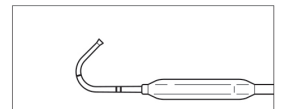

Abbildung 9: Kieferbiegung
- **Kieferhöhlen:** Zur Behandlung der Kieferhöhlenmündung/Infundibula ethmoidale wird eine Biegung von ungefähr 120° – 135° (Abbildung 9) empfohlen, um Zugang zur natürlichen Kieferhöhlenmündung zu erhalten. Die mitgelieferte Biegevorrichtung verwenden, um diese Geometrie zu erreichen.